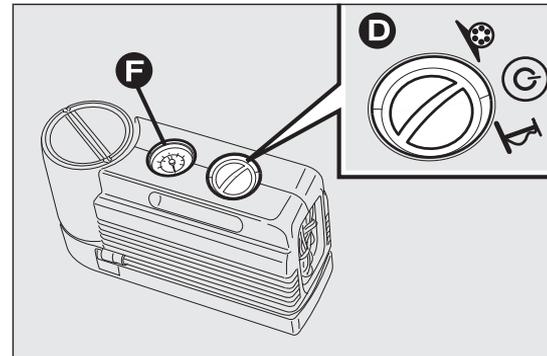
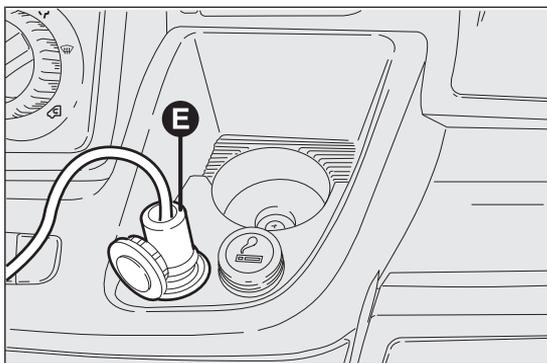

Abb. 183
Abb. 184
- Den Stecker E Abb. 184 in die nächste 12 V Steckdose einstecken und den Motor anlassen. Den Wahlschalter D Abb. 183 gegen Uhrzeigersinn in Stellung Reparatur drehen. Das Set durch Betätigen des On/Off-Schalters einschalten. Den Reifen auf den vorgeschriebenen Druck gemäß des Abschnitts „Reifendruck“ im Kapitel „Technische Daten“ aufpumpen;
Für eine genaue Ablesung wird empfohlen, den Druck auf dem Manometer F Abb. 183 bei ausgeschaltetem Kompressor zu prüfen, ohne den mittleren Wahlschalter aus der Stellung Druck wiederherstellen zu bewegen;